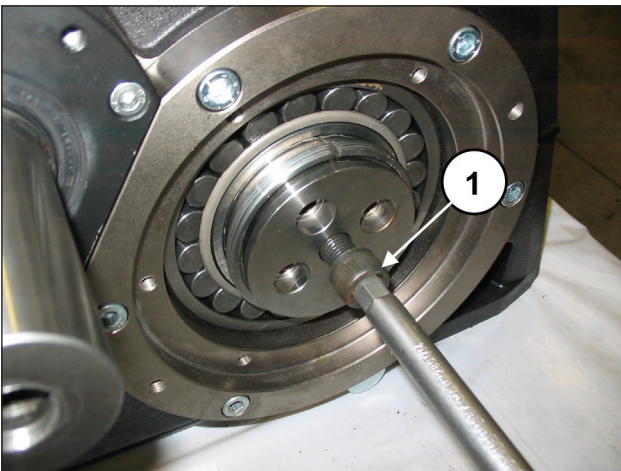

图 80
将一个长度适当(35-40毫米)的M16螺栓插入曲轴的M16孔内并拧紧，直至法兰靠在衬套上(①，图 80)。不要完全拧紧螺栓。